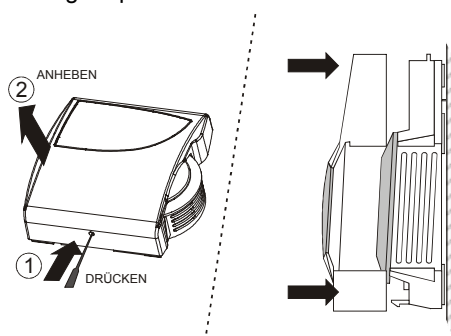

Abb. 4. Gehäuse öffnen / montieren
Das CLCMNA172 Raumbediengerät besitzt eine Grundplatte, die zur einfachen Installation separat montiert wird. Entfernen Sie das Oberteil wie in Abb. 4 dargestellt.
1. Öffnen Sie das Gehäuse, wie in Abb. 4 gezeigt.
4. Das Oberteil wie in Abb. 4 dargestellt wieder montieren und sicherstellen, daß das Gehäuse einrastet.